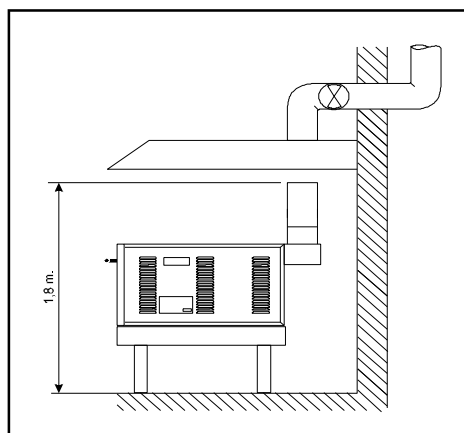

ABB. 13 (ABFÜHRUNG UNTER HAUBE UND VENTILATOR)
3) Abluft über Ablufthaube (Abb. 13)